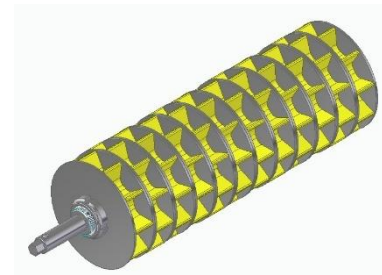

Figura 14
1. Rueda de siembra flexible/de dentado grueso 12x80ccm = 960ccm (Figura 14):